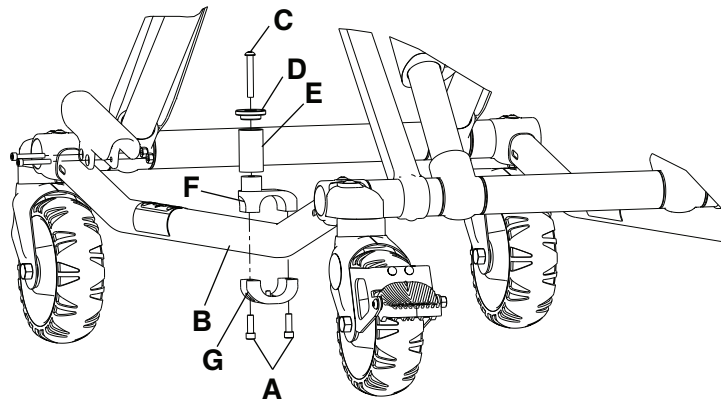

Figure 10 – Remplacement du montant de retenue de la civière
3. À l'aide d'une clé Torx T30, retirer les deux vis d'assemblage à six pans creux (A) qui fixent le montant de retenue de la civière au tube du châssis (B) (Figure 10). Mettre de côté les vis et le montant de retenue de la civière.
4. Insérer la vis d'assemblage à tête ronde (C) dans le capuchon du montant de retenue (D) et le tube du montant (E), puis dans le support pour broche supérieur (F) (Figure 10).
5. À l'aide d'une clé à 6 pans de 5/32 po, serrer la vis d'assemblage à tête ronde (C) pour fixer le capuchon du montant de retenue (D) et le tube du montant (E) au support de broche supérieur (F) (Figure 10). À l'aide d'une clé dynamométrique, serrer la vis à un couple 100-140 po-lb.
6. Monter le montant de retenue de la civière sur le tube du châssis. Aligner les trous des supports et insérer deux vis d'assemblage à six pans creux (A) dans les trous filetés du support pour broche du bas (G) (Figure 10).